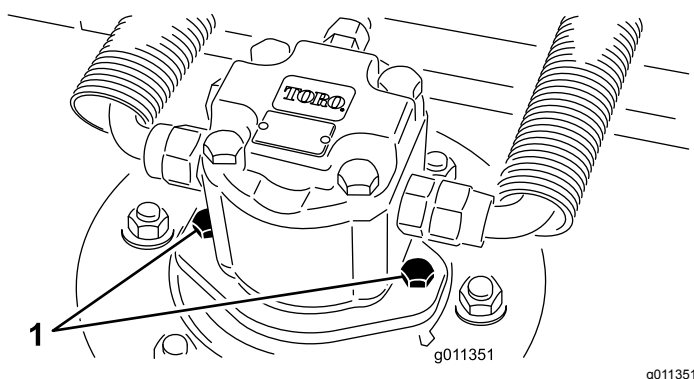

Рисунок 64
2. Отсоедините и демонтируйте гидромотор с деки (Рисунок 64). Накройте верхнюю часть шпинделя для предотвращения загрязнения.
4. Установите гидроцилиндр на деку (Рисунок 64). Убедитесь, что уплотнительное кольцо находится в штатном положении и не повреждено.